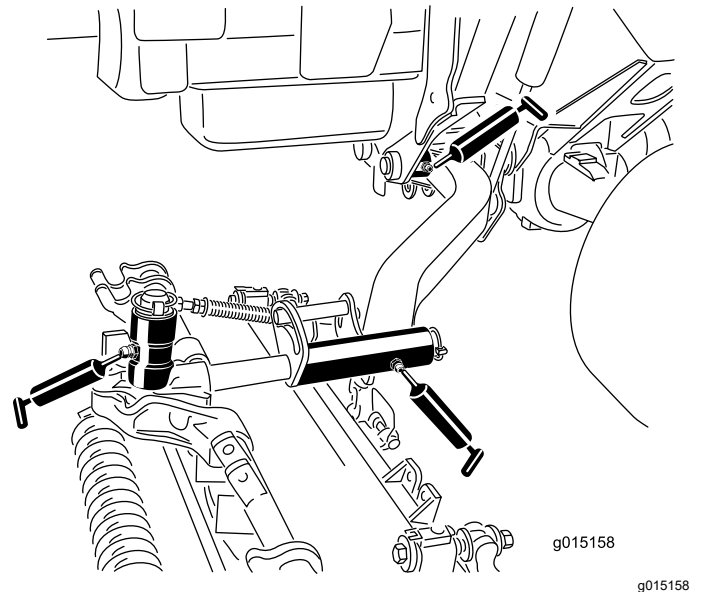

Figura 116
- Casquillos de pivote de los brazos de elevación (1 por unidad de corte); consulte la Figura 116
- Bastidor de tiro de la unidad de corte (2 por unidad de corte); consulte la Figura 116
- Pivotes de los brazos de elevación de las unidades de corte (1 por unidad de corte); consulte la Figura 116